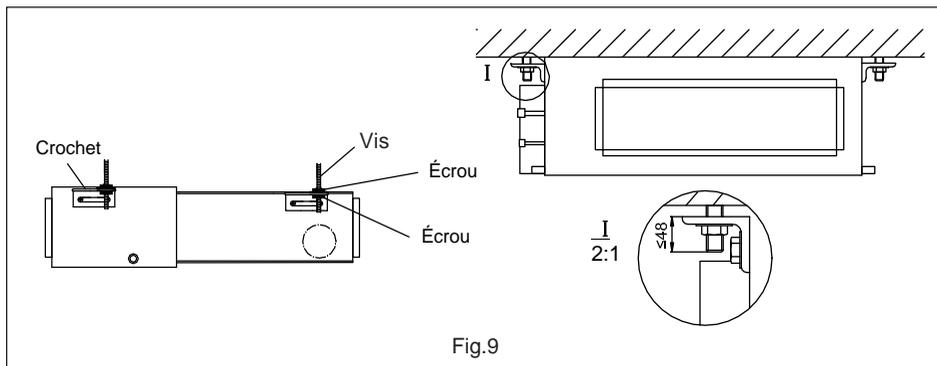

Fig.9
- (4). Passez les crochets de l'unité sur les boulons installés au plafond, puis installez l'unité avec un écrou spécial.(Fig.9)